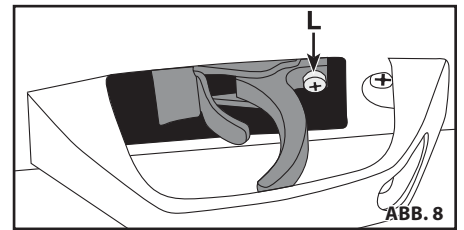

ABB. 8
- 2. Die Einstellschraube kann am hinteren Ende des Abzugs durch die Öffnung im Abzugsbügel erreicht werden (siehe ABB. 8). **ANMERKUNG:** Die Größe und Position der Öffnung im Abzugsbügel kann sich abhängig vom Modell unterscheiden.